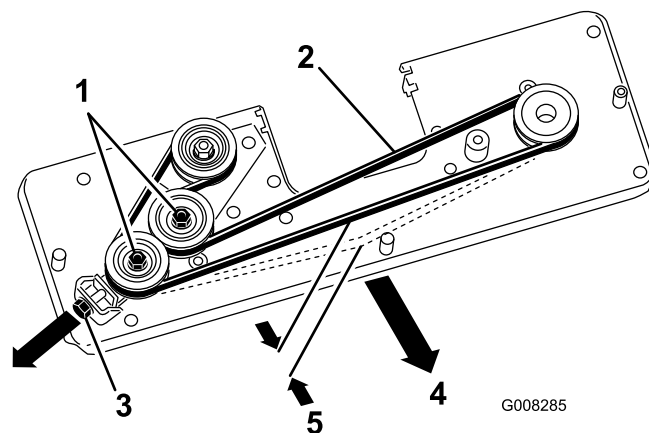

Figura 33
4. Allentate di 2 dadi esagonali sulla puleggia tendicinghia (Figura 33).
5. Regolate il dado M10 finché la cinghia si flette di 5 mm con una forza di 30 N (Figura 33).